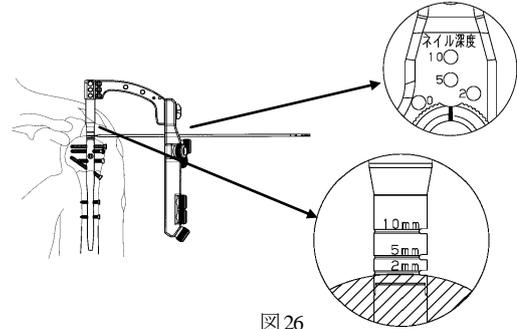

図 26
- 26) イメージインテンシファイヤー（X線透視）を用いてネイル近位端の挿入位置を確認し、エンドキャップが滑頭から突出しないよう、サイズを選択します。（図 26）